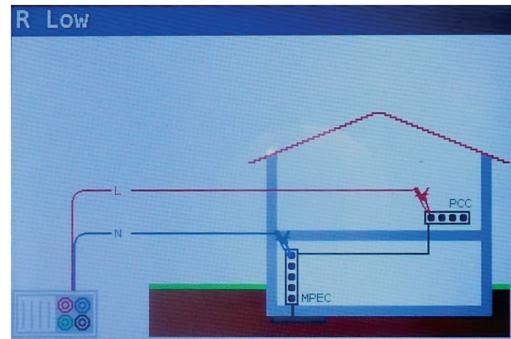

Figura 4.6: Conexión de los cables de prueba universales
- Paso 4** Asegúrese que se desconecta el objeto a prueba de cualquier fuente de tensión y de que ha sido totalmente descargado. Conecte los cables de prueba al objeto a prueba. Siga el diagrama de conexión mostrado en la figura 4.6 para realizar la medición de resistencia R Baja.